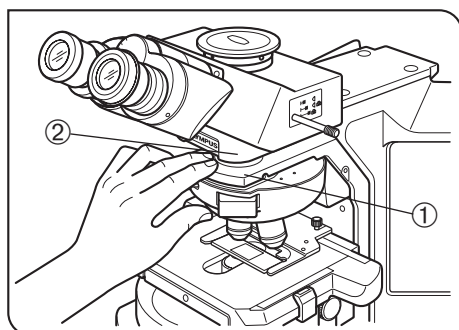

Рис. 1
(Рис. 1)
- Не допускайте защемления пальцев или рук в пространстве между консолью револьверной головки ① и держателем тубуса ② (рис. 1).